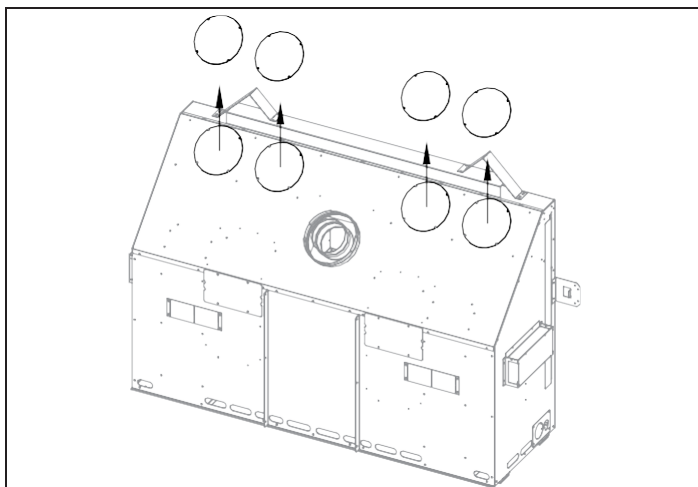

FIGURE 4.5 Retrait des couvercles pour les foyers CLW-50 et CLW-50-MV
2. **CLW-50 et CLW-50-MV** : Retirez les 4 couvercles situés sur le dessus incliné du foyer (4 vis par couvercle). Voir la **FIGURE 4.5**.